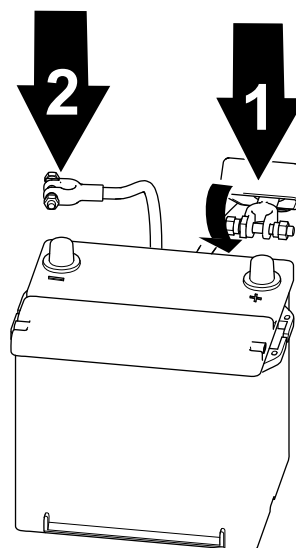

Figure 60
1. Branchez le câble positif à la batterie et serrez l'écrou de collier de la batterie (Figure 60).
2. Branchez le câble négatif à la batterie et serrez l'écrou de collier de la batterie (Figure 60).